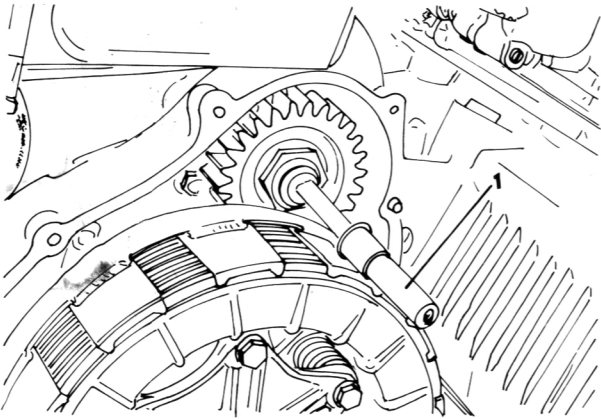

Bild 57
- Die Vorzündimpulsgeberwelle (1) entfernen (Bild 57).